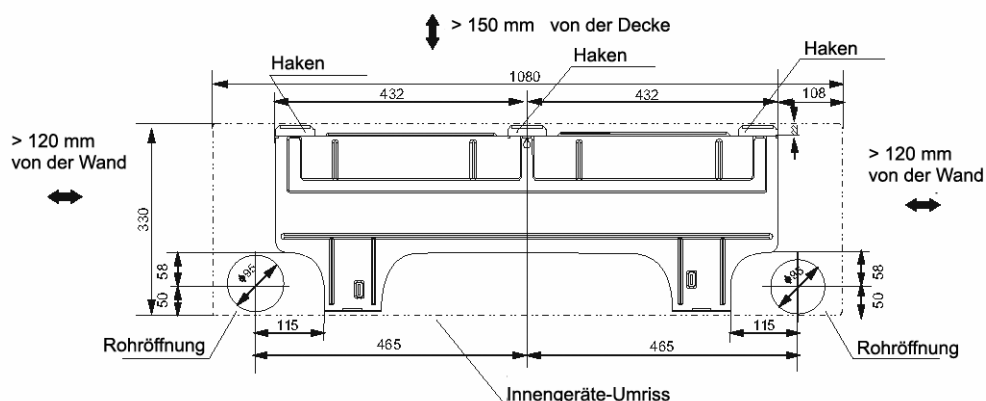

Abb. 5
1. Legen Sie die Lochpositionen nach dem Schaubild in Abb. 5 fest. Bohren Sie ein (1) Loch ( $\Phi$  95 mm), das leicht nach außen geneigt ist.